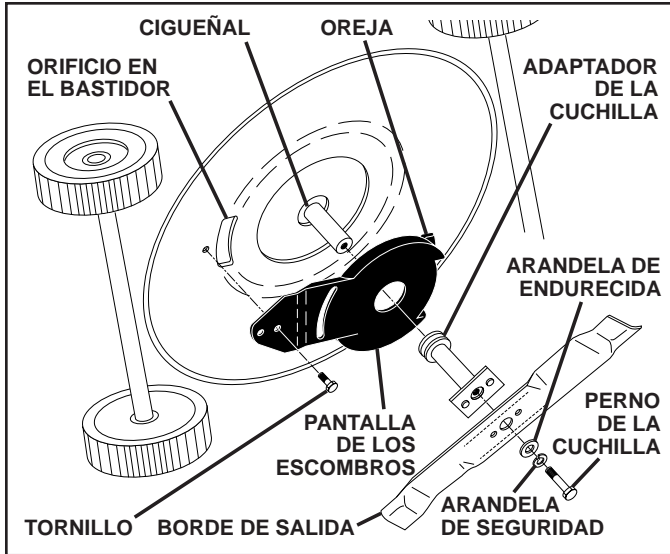

FIG. 19
- Quitar el tornillo que fija la pantalla de los escombros. Noten que la pantalla de los escombros tiene una lengüeta que se introduce en un orificio del bastidor (Vea Fig. 19).
- Ponga la cuchilla en el adaptador de ésta alineando los dos (2) agujeros en la cuchilla con las salientes elevadas en el adaptador.
- Asegúrese de que el borde de salida de la cuchilla (opuesto al borde afilado) esté hacia arriba hacia el motor (Vea Fig. 19).